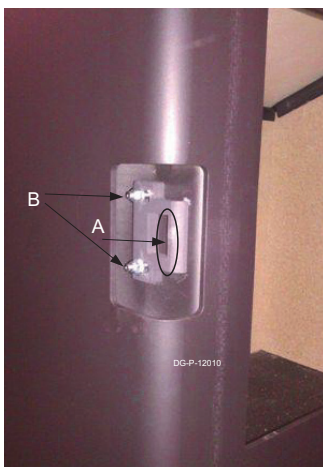

Fig. 1
- smeer eventueel met een klein beetje hittebestendig vet de binnenzijde van het sluitplaatje (Fig 1, A);
- door de twee kruiskop metaalschroeven (Fig 2, C) en de zelfborgende moeren (Fig 1, B) iets los te draaien;
- draai de borgmoeren (Fig 1, B) een slag los zover dat het sluitplaatje net te verschuiven is. Verschuif het sluitplaatje een mm., zorg dat de voorkant van het sluitplaatje evenwijdig met de voorkant blijft;
het is belangrijk dat derookgasafvoer (nibus of aansluitstuk geschikt voor RVS pijp 150 mm) in het plafond zich 190 mm vanaf het hart tot de muur bevindt (zie afb. 1). Als dit minder of meer is dienen er bochten te worden gebruikt.